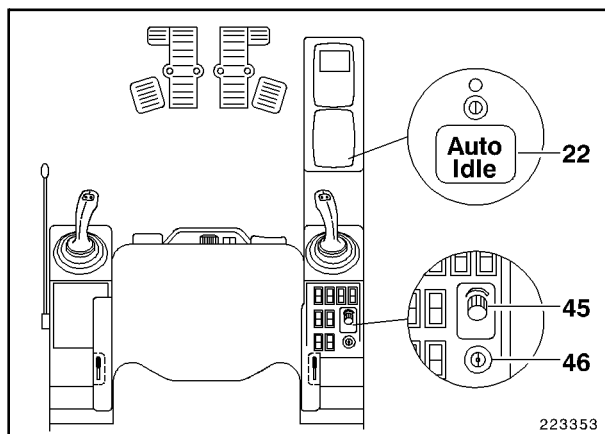
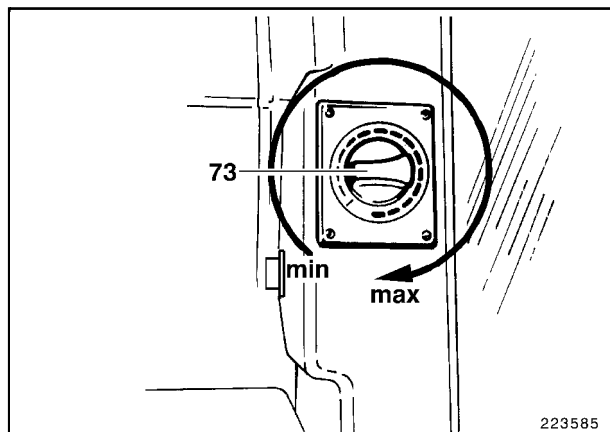

Fig. 8
Fig. 9
En caso de no arrancar el motor, girar atrás a la posición **0** el interruptor llave (46, Fig. 8) (bloqueo mecánico de repetición de arranque). Arrancar a continuación.
- Desconectar la reducción del número de revoluciones (Auto Idle) por medio de la tecla (22, Fig. 8). El LED encima de la tecla se apagará.
- Girar el potenciómetro de la regulación del número de revoluciones (45) hasta alcanzar el tope izquierdo. Así se regula el motor al número de revoluciones de ralentí.
- Conmutar el interruptor llave (46) a **0**. Se parará el motor y alcanzará el reposo, quitar la llave.
- Dar vueltas al botón giratorio (73, Fig. 9) para la regulación de la calefacción hasta alcanzar el punto **"min"** (potencia de la calefacción = 0). (Si no está en marcha el motor girar el interruptor llave (46, Fig. 8) hasta la posición I. Solamente ahora se puede conmutar el ventilador.)
- Girar el botón (73, Fig. 9) en función de la potencia de calefacción deseada en el sentido de las agujas del reloj.